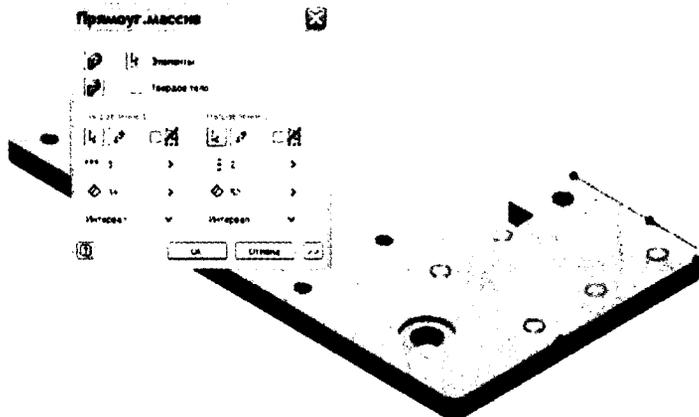

Рис. 7.12. Создание массива отверстий
8. Установите количество элементов **2** и расстояние между ними **52**, как на рис. 7.12.